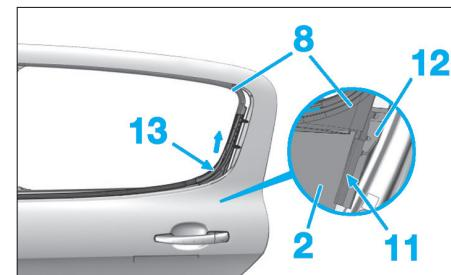

Fig. 121
- Déchausser le joint lécheur extérieur (8) de la partie arrière (11) du guide de coulisse (12) en tirant sur le joint lécheur extérieur (8) et en suivant la flèche (13) (Fig.121).